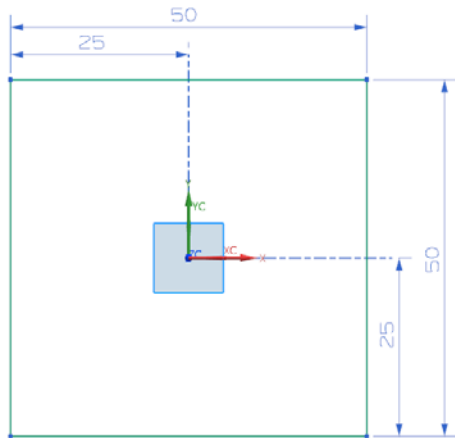

图 3-11 特征轮廓草图
(2) 在“突出块”对话框栏上单击图标，选取 XC-YC 平面为草图绘制面，绘制突出块特征轮廓草图，如图 3-11 所示。单击“完成”图标，草图绘制完毕。